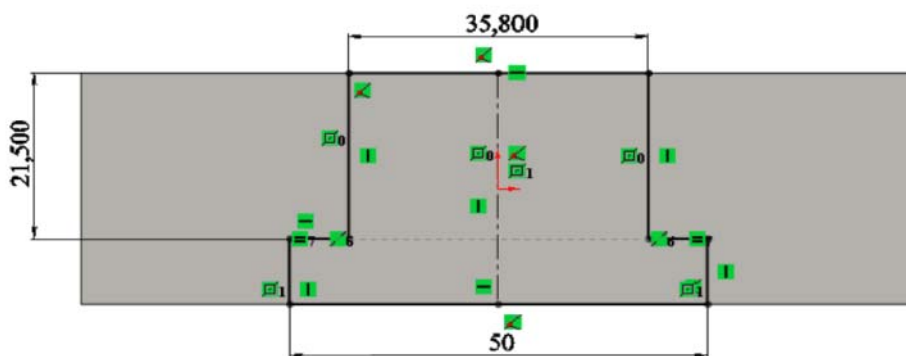

Рис. 2.34. Эскиз
3. Нарисуйте эскиз, показанный на рис. 2.34;